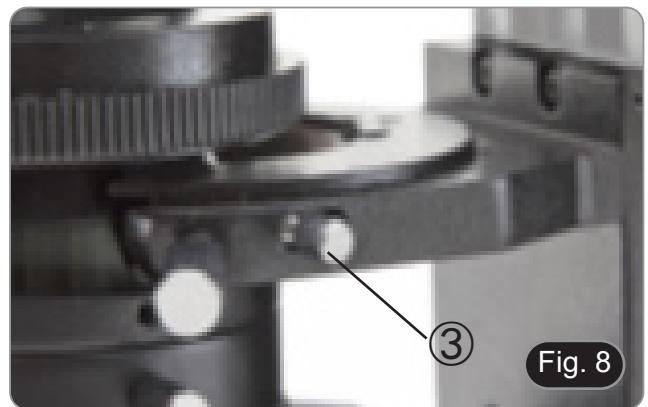

Fig. 8
4. Allentare la vite di bloccaggio del condensatore ③. (Fig. 8)